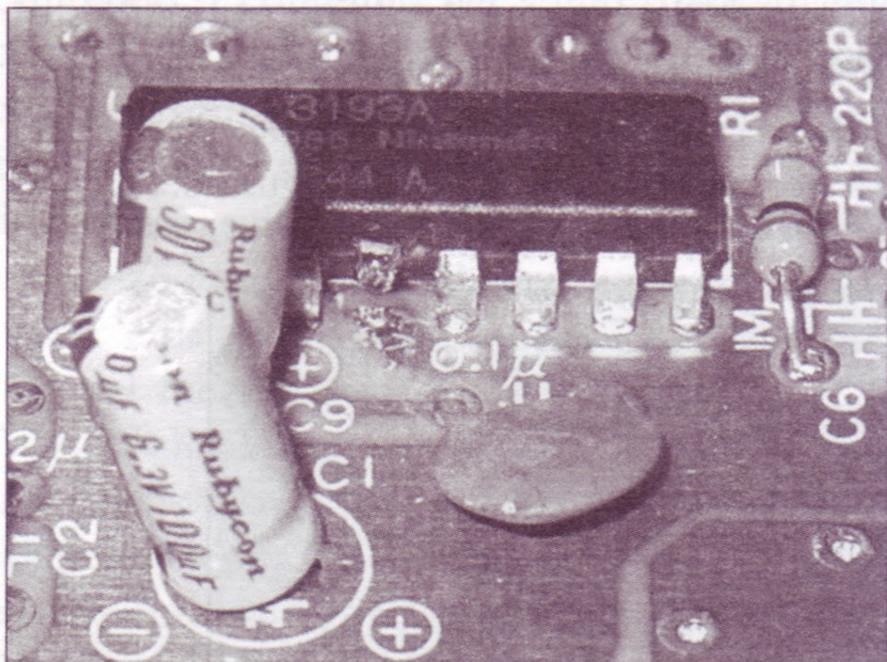

Figura 6.31 Piedino tagliato e sollevato dal Lockout Chip.
- Piegate verso l'alto il conduttore tagliato (che dovrebbe essere ancora collegato al chip) allontanandolo dalla scheda dei circuiti, come mostrato nella Figura 6.31.
2. Connettete uno degli altri poli dell'interruttore al pad del piedino 4 sulla scheda dei circuiti. Questo passaggio sarà leggermente complesso, poiché l'area sulla quale saldare il filo è decisamente ridotta, come vedete nella Figura 6.31.